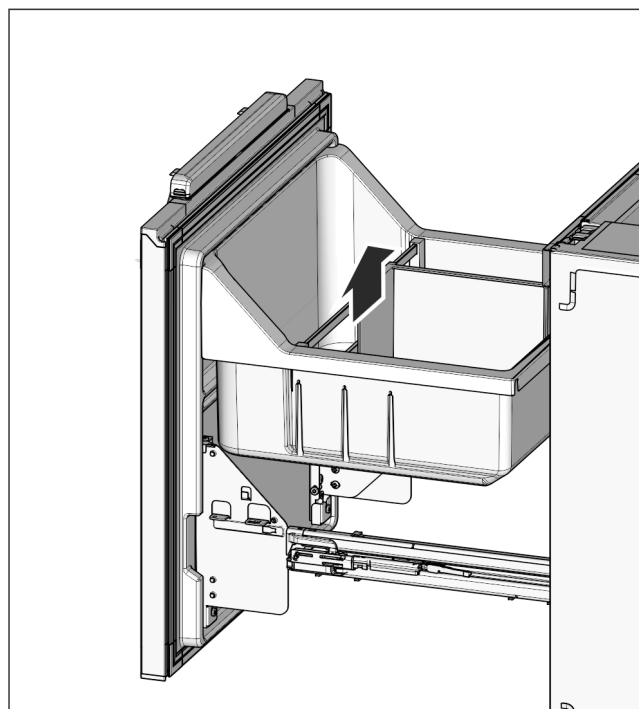

Fig. 25
- ▶ Remettre en place le porte-bouteilles Fig. 25 (32) et le bac tiroir Fig. 25 (31).